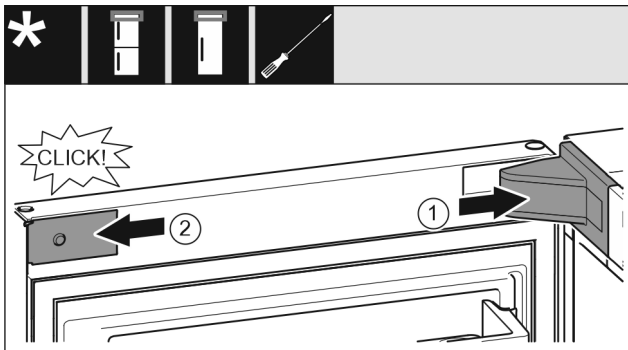

Fig. 19
- ▶ Așezați apărătoarea suporturilor de lagăr și fixați-o în poziție, după caz, desfaceți-o prin apăsare cu precauție. *Fig. 19 (1)*
- ▶ Aplicați și fixați în poziție masca. *Fig. 19 (2)*